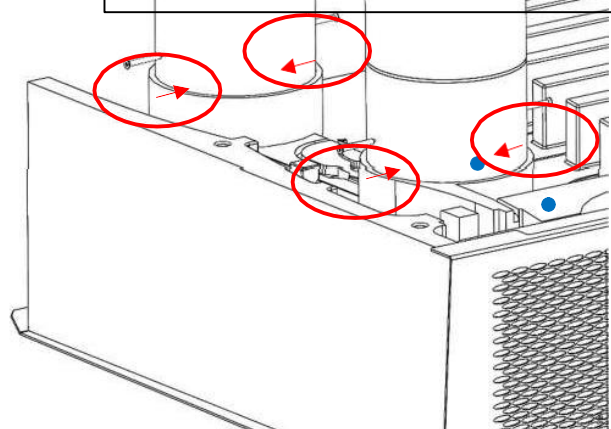
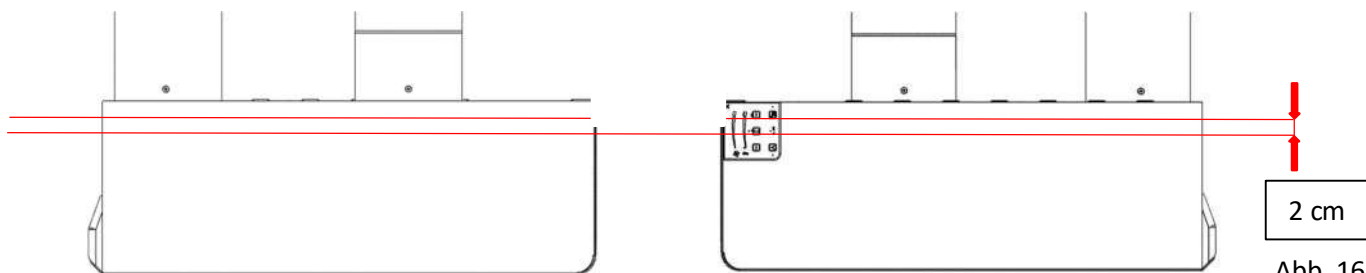

Abb. 15
Abb. 16
- Befestigen Sie die installierten Rohre mit den selbstschneidenden Schrauben $\varnothing 4 \times 22 \text{ mm}$ (im Lieferumfang als vorgeschriebenes Zubehör enthalten - Karton 2) gegeneinander, wie in Abbildung 15 – 4 angezeigt, in einem Abstand von 20 mm vom Rand der Einheit, siehe Abbildung 16.
- Die installierte Rohrleitung befestigen Sie mit selbstschneidenden Schrauben $\varnothing 4 \times 22 \text{ mm}$ gegeneinander, wie in Abbildung 15 – 4 angezeigt, in einem Abstand von 20 mm von der Gerätekante, siehe Abbildung 16.